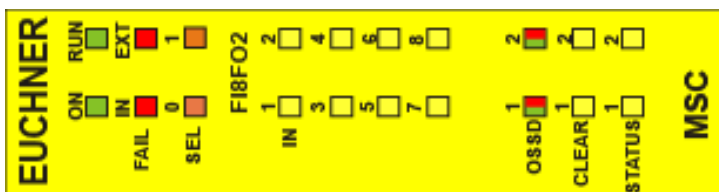

Figure 30:
8.4.3. Module FI8FO2 (Figure 30)